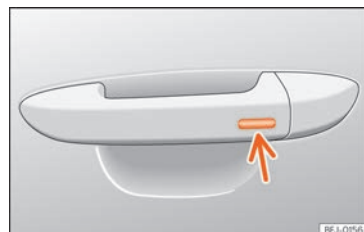

Abb. 67 Türgriff: Sensorfläche.
- **ODER:** mit dem Keyless Access-System (nur Schließen): Finger einige Sekunden auf der Sensorfläche zum Verriegeln  (Abb. 67) (Pfeil) im Türgriff halten, um die Fenster und das Schiebedach zu schließen. Wenn Sie die Sensorfläche nicht mehr berühren, wird die Schließfunktion unterbrochen.
Halten Sie einige Sekunden lang einen Finger über die Verriegelungssensorfläche »» (Abb. 67) (Pfeil) am Türgriff, damit das Dach geschlossen wird. Wenn Sie die Sensorfläche nicht mehr berühren, wird die Schließfunktion unterbrochen.